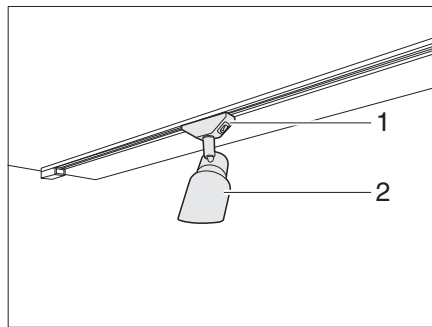

Fig. 93 Spot
- Saisir le support (Fig. 93,1) et le tourner de 45°.
- Retirer le spot (Fig. 93,2) du système de rail.
- Placer le spot (Fig. 93,2) à la position désirée dans le système de rail et le tourner de 45°.